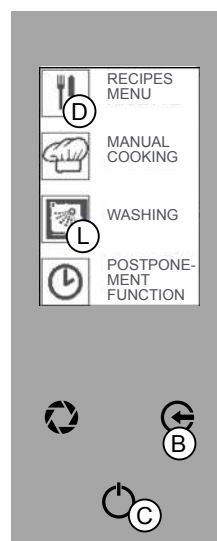

Fig.3
2. Prima o ícone correspondente para selecionar o ciclo de lavagem desejado (Fig 3/L).
Prima a tecla "ENTER" (Fig 3/C) para iniciar a lavagem.
No ecrã aparecem as características do ciclo de lavagem selecionado com o tempo a descontar (Fig 3/M).
Prima a tecla "ENTER" (Fig 3/C).
Antes de introduzir o DETERGENTE (Fig 3/M - AMOLECIMENTO)
Para retomar a lavagem, prima a tecla "ENTER" (Fig 3/C).
Prima várias vezes a tecla "ESC" (Fig 3/B) para voltar para a página inicial.
Retome obrigatoriamente a lavagem premindo a tecla "ENTER" (Fig 3/C).